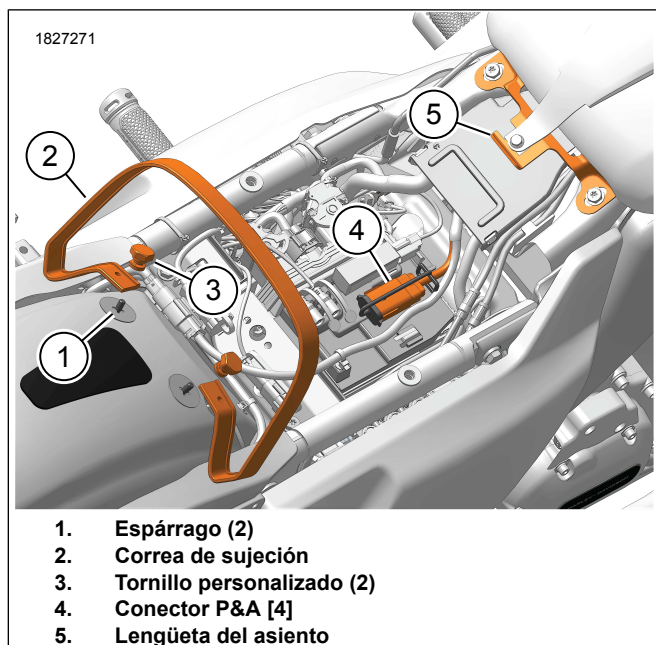

Figura 2. Ubicación de componentes
1. Consulte la Figura 2. Instale **una nueva** correa de agarre.
- a. Instale la correa de agarre (2) en los pernos (1).
- b. Instale tornillos personalizados (3).
3. Consulte la Figura 2. Enchufe el conector del arnés de cables del asiento (5) al conector de accesorio P&A (4).
5. Consulte la Figura 2. Inserte la parte trasera del asiento por la correa de agarre (2) hasta que la ranura de montaje del asiento (6, Figura 7) en la parte inferior delantera del quede detrás de la lengüeta del asiento (5).
6. Consulte la Figura 2. Deslice el asiento hacia adelante hasta que la lengüeta del asiento se acople completamente a la ranura de montaje del asiento (5).